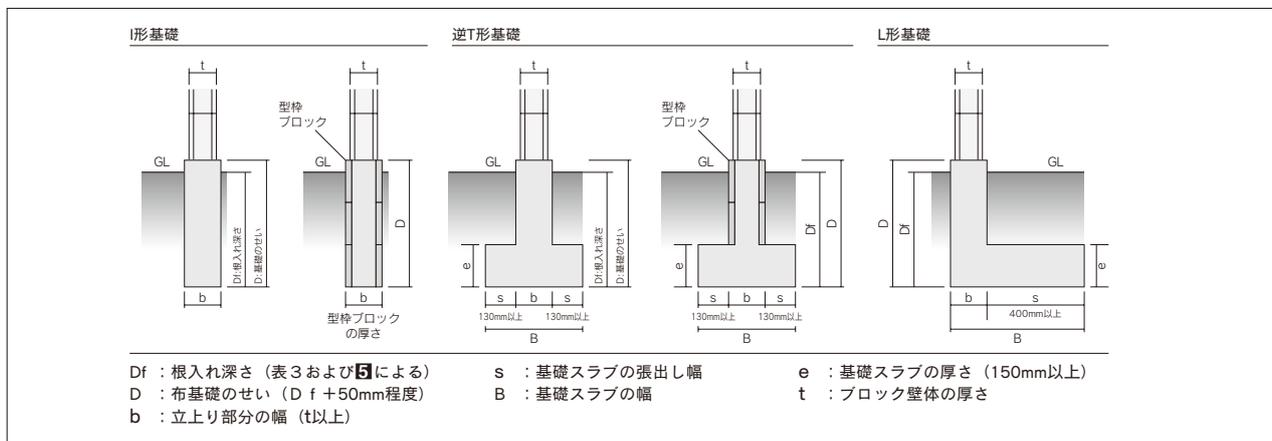

図1 塀の布基礎の標準形状
- ①ブロック塀の壁体下部には、壁体を安全に支持する鉄筋コンクリート造の布基礎を設ける。ただし、布基礎の立上がり部分を型枠コンクリートブロック造とすることができる。
- ②布基礎は、控壁・控柱のある場合は控壁・控柱下の基礎と一体となるように設ける。
- ③布基礎の標準形状は、図1および表2による。
- ④布基礎立上がり部分に使用する型枠状ブロック(以下、型枠ブロックという)は、防水性を有するものとし、充填コンクリートの厚さはブロック壁体の厚さより30mmを引いた数値以上とする。
- ⑤布基礎の根入れ深さDfは、次項による場合を除き、表3による。